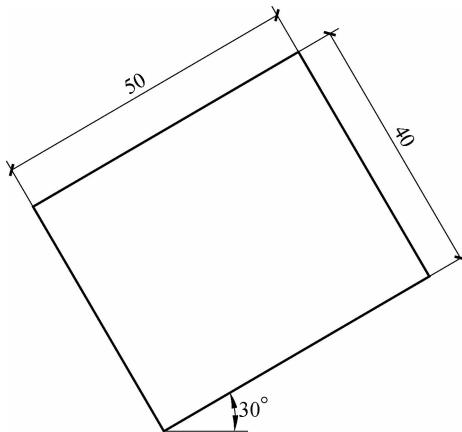

图 3-10 指定旋转角度绘制矩形
(8)旋转(R):表示用户可以按指定的旋转角度绘制矩形。例如,绘制如图 3-10 所示的矩形。